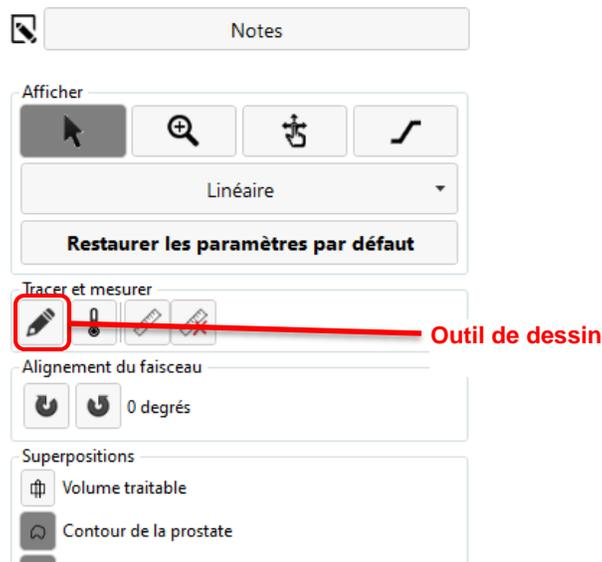

Figure 69 : Outil de « dessin » pour la limite de la prostate sur l'écran Administration
2. Une fois l'administration suspendue, développer le panneau droit dans l'espace de travail Administration pour sélectionner l'outil de dessin des limites de la prostate (*Figure 69*).